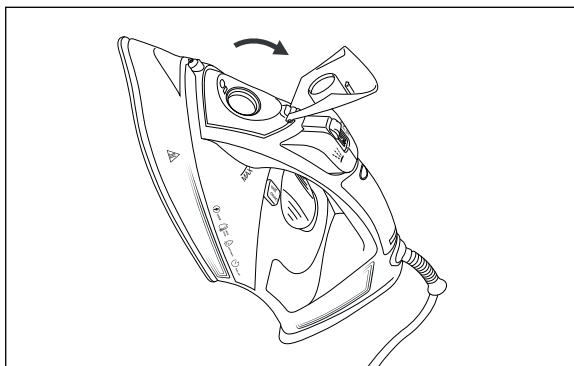

Fig. 3
- 2) Hold dampstrygejernet skråt med hånden, og åbn låget til påfyldningsåbningen **Easy-Fill** **2** (se fig. 3).